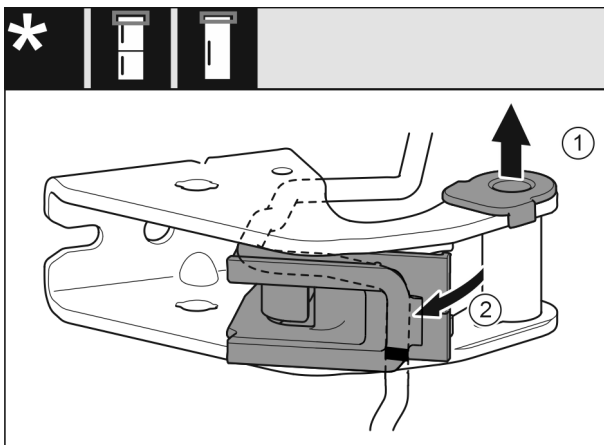

Fig. 24
- ▶ Retirer le coussinet Fig. 24 (1) du guide.
- ▶ Faire pivoter le support de câble Fig. 24 (2).